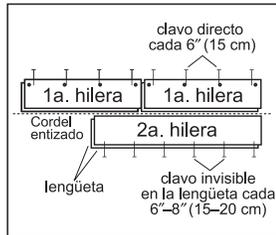

Figura 9
- Utilice una clavadora neumática de acabado para el clavado frontal del lado de la ranura a 1/2" (13 mm) del borde a intervalos de 6" (15 cm) y a 1"-3" (2.5-7.6 cm) de cada extremo. Luego, realice el clavado ciego utilizando una pistola de acabado a un ángulo de 45°. Clave a través de la "cavidad" de clavado en la parte superior de la lengüeta cada 6"-8" (15-20 cm) (Figura 9).
- Si utiliza clavos de acabado, pretaladre los agujeros de los clavos con una broca de 1/32" (1.7 mm) aproximadamente a 1/2" (12.7 mm) de la parte posterior del borde (ranura), a 1"-3" (2.5-7.6 cm) de cada extremo y a intervalos de 6" (15 cm). Pretaladre con los mismos intervalos en ángulos de 45° a través de la "cavidad" de clavado de la parte superior de la lengüeta (Figura 9). Realice el clavado frontal del lado de la ranura que está pretaladrada. Cuando termine, realice el clavado ciego a un ángulo de 45° a través de la lengüeta de la primera hilera. Fije utilizando clavos de acabado de 6 u 8d. Avellane los clavos para asegurar la fijación a ras de la ranura. Evite maltratar la madera dura usando un juego para avellanar clavos.